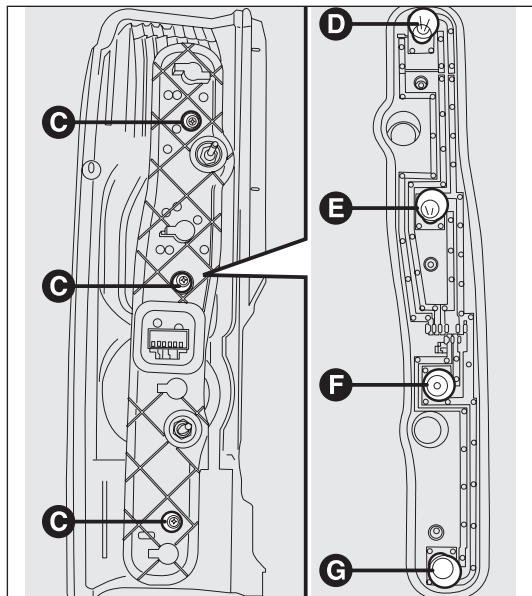

рис. 191
- ☐ отвинтите винты С – рис. 191 отверткой в комплекте и выньте ламповый патрон;